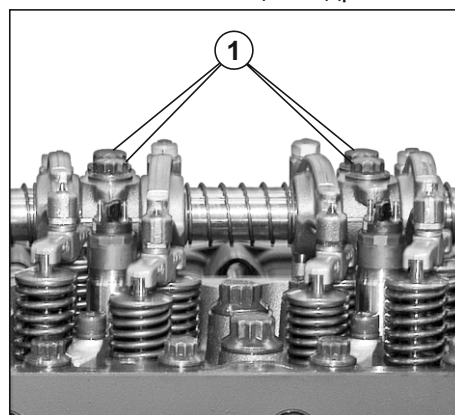

Рис. 28. Снятие оси коромысел в сборе со стойками и коромыслами.
9. Вывернуть 12 болтов (1) (см. Рис. 28) крепления стоек оси коромысел (650.1007108).